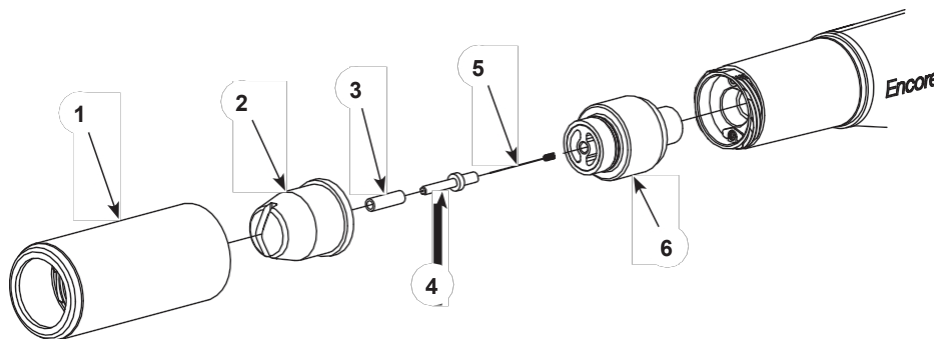

Figura 4-7 Pulizia degli ugelli a spruzzo piatti e angolari dell'
1. Vedere la Figura 4-7. Svitare il dado dell'ugello (1) in senso antiorario.
2. Estrarre il dado dell'ugello e l'ugello di spruzzo (2) dalla pistola a spruzzo. Rimuovere l'ugello dal dado e pulire entrambi con aria compressa a bassa pressione e panni puliti. Sostituire se usurati o danneggiati.
4. Controllare il manicotto di usura (3) e il supporto dell'elettrodo (4). Se uno dei due è usurato o danneggiati, sostituirli con il kit supporto elettrodo a spruzzo piatto.
- a. Svitare il supporto dell'elettrodo e il manicotto dal gruppo di supporto dell'elettrodo (6).
- b. Installare il nuovo manicotto (3) sul nuovo supporto elettrodo (4).
- c. Installare l'elettrodo (5) nel nuovo supporto, quindi avvitare il supporto nel gruppo supporto elettrodo (6).
6. Installare l'ugello (2) sul supporto dell'elettrodo, quindi avvitare il dado dell'ugello (1) sul corpo della pistola a spruzzo in senso orario fino a serrarlo a mano.